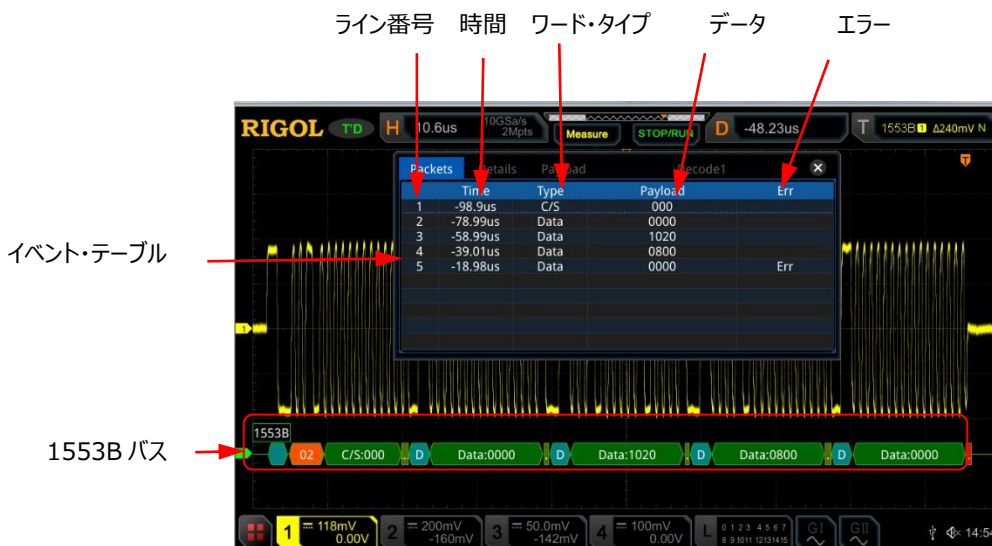

Figure 11-15 1553B デコード・イベント・テーブル
- ▶ イベント・テーブルの開閉：**Event Table** を押してイベント・テーブルをイネーブルまたはディセーブルにします。イネーブルのときは Figure 11-15 のようにイベント・テーブルが表示されます。テーブルの右上のアイコン  をタップするとイベント・テーブルを閉じることができます。オペレーション・ステータスが"STOP"のときには、マルチ・ファンクション・ノブを回して表示を上下にスクロールすることができます。